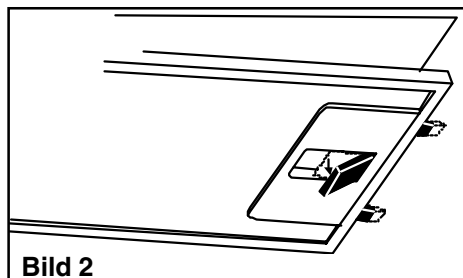

Bild 2
- Verriegelung der Metallfettfilter zuerst nach hinten schieben und dann nach unten herausziehen. **Bild 2.**